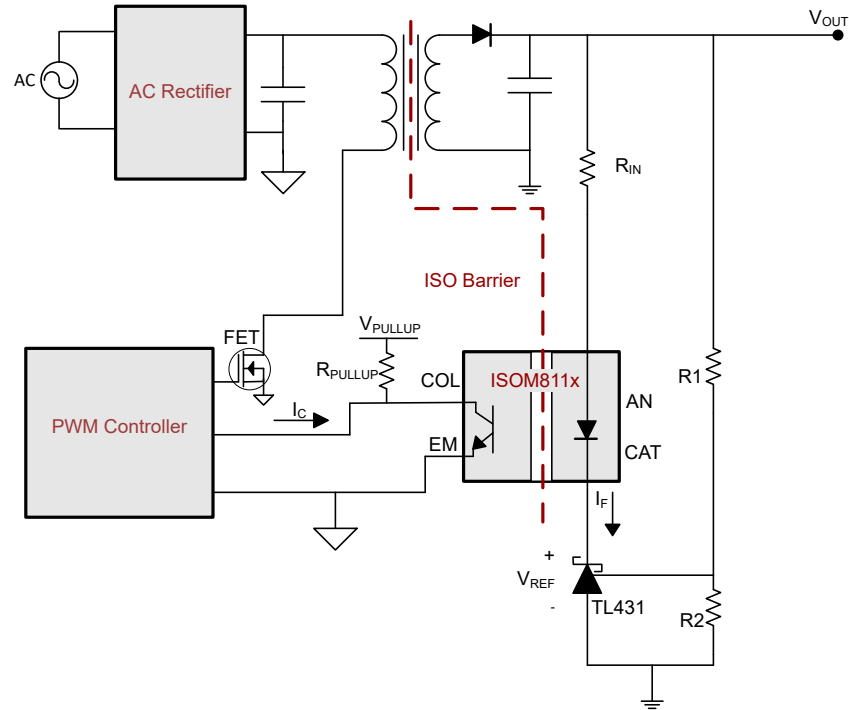

図 9-1. ISOM811x-Q1 を使用した代表的な絶縁型電源アプリケーション
**図 9-1** に、代表的な絶縁型電源を示します。この実装では、分圧抵抗 (R1 および R2) を使用して、エラーアンプによって出力電圧が検出されます。エラーアンプが検出する電圧レベルに応じて、TL431 は ISOM811x-Q1 の電流を上下に駆動することができ、その後これを基準電圧と比較します。この情報は、ISOM811x-Q1 により絶縁バリアを超えて 1 次側に渡され、PWM 制御回路が電力段を変調して出力電圧を制御します。TL431 および ISOM811x-Q1 は、安定した帰還と制御ループにとって重要な役割を果たします。
ISOM811x-Q1 の入力側は電流駆動です。AN ピンに流れる電流の量を制限するには、図 9-1 に示すように、直列抵抗 R_{IN} を入力と直列に配置することをお勧めします。